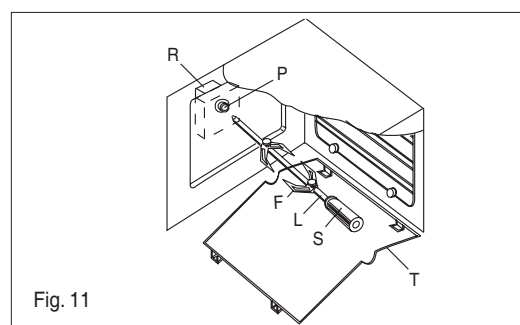

Fig. 11
50 ÷ 200	<p>Totaal grill verwarmingselement  en (draaispitsmotor al naar gelang het model, zie fig. 11). Deze functie is geschikt voor braden aan het spit, grillen en gratineren.</p>
<p>50 ÷ 200</p>	<p>Totaal grill verwarmingselement  en (draaispitmotor al naar gelang het model, zie fig. 11). Deze functie is geschikt voor braden aan het spit, grillen en gratineren.</p>
- Plaats de spitsteun zoals afgebeeld in (fig. 11)
- Plaats het einde van het spit in motor M aan de achterkant van de oven (fig. 11)